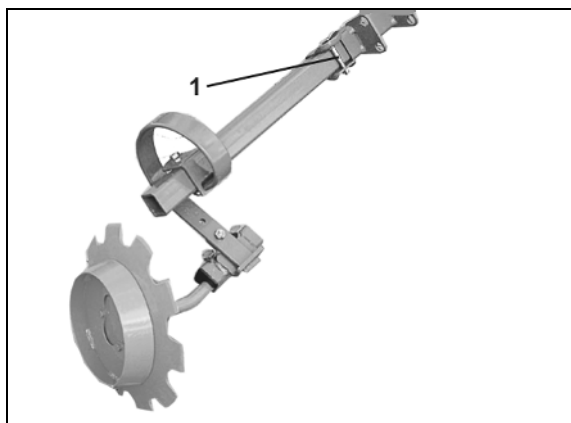

Рис. 86
3. Отверните болты Рис. 86/1).